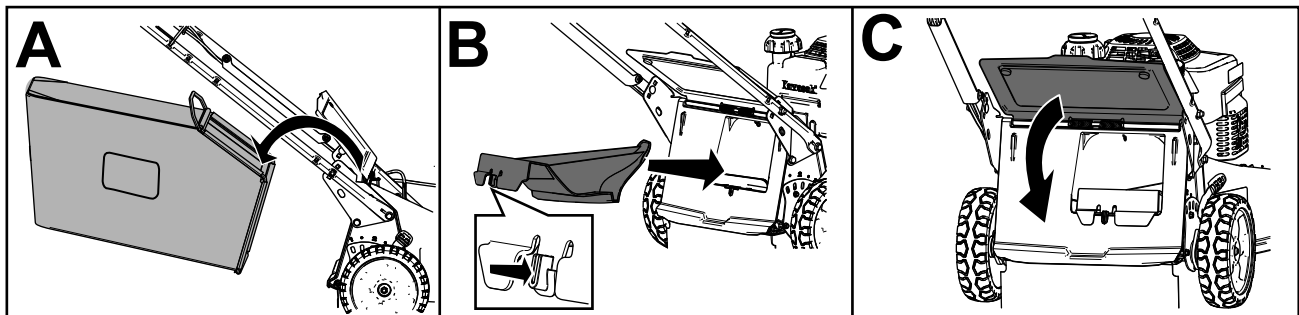

Рисунок 16
- Если травосборник находится на машине, снимите его; (вид А на Рисунок 16).
- Если задняя выпускная заглушка не установлена, возьмите заглушку за рукоятку, поднимите задний дефлектор и вставьте ее в желоб заднего выброса, пока защелка не зафиксируется на месте (вид В на Рисунок 16).
3. Выньте штангу травосборника из выемок в основании рукоятки (вид А на Рисунок 16).
4. Вставьте выпускную заглушку (вид В на Рисунок 16).
5. Опустите задний дефлектор (вид С на Рисунок 16).